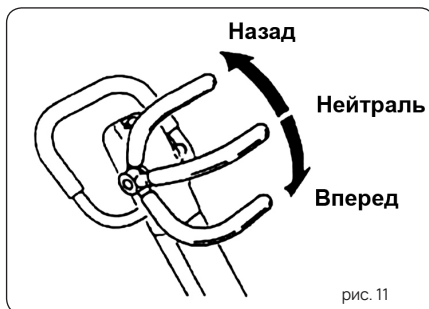

рис. 11
2. Используйте рычаг перемещения для движения виброплиты вперед или назад. Нажмите на рычаг вперед для движения вперед, потяните назад для движения назад и переведите рычаг в нейтральное положение для вибрации на месте (рис. 11)